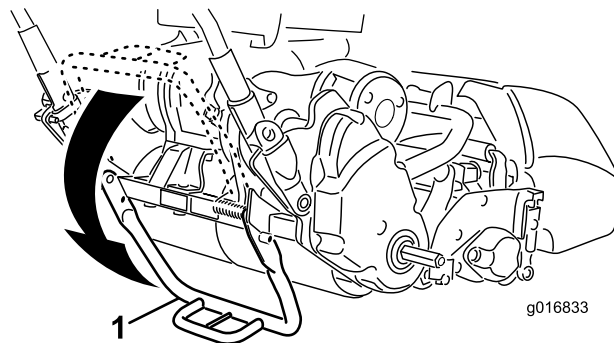

図 7
1. キックスタンドを立てる (キックスタンドの中央部に足を置き、機体の下部についているハンドルで機体を持ち上げると、スタンドの上に機体が載る (図 7)。